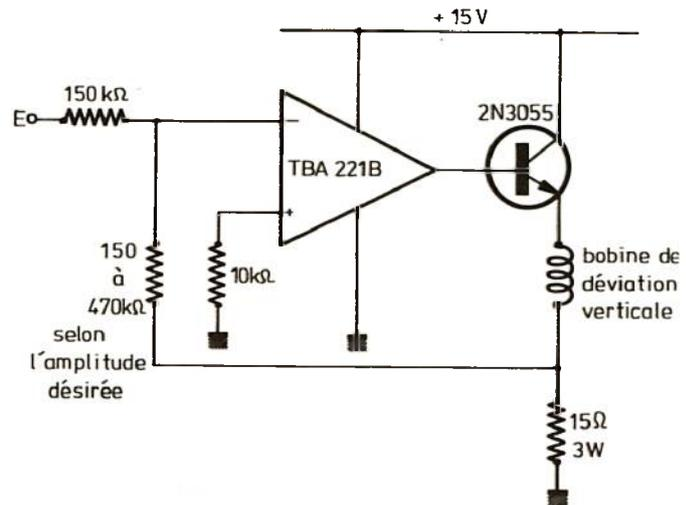

figure 2
## B. - Adaptation du téléviseur : figures 2 et 3
Les circuits de déviation verticale de cet oscilloscope seront réalisés séparément (figure 2) un moyen de semi-conducteurs. Il s'agit en fait d'un simple générateur de courant piloté par la tension à mesurer. Dans un tube à déviation magnétique, le déplacement du spot est en effet proportionnel au courant parcourant la bobine.
La bobine occasionnant maintenant un déplacement vertical du spot sera reliée au montage de la figure 2 qui sera testé en envoyant sur son entrée des signaux provenant d'un montage oscillateur BF quelconque. On pourra régler l'amplitude de l'oscillogramme en agissant sur la résis-
tance marquée «150 à 470 kΩ» sur la figure 2. Le potentiomètre «stabilité verticale» du récepteur fait maintenant office de commande de base de temps et servira à stabiliser les oscillogrammes, sans toutefois les synchroniser, afin d'autoriser leur lent déplacement latéral ce qui permettra, nous le verrons plus loin, de tester successivement les différents cylindres d'un moteur.
8. Relier cette sonde au montage de la figure 2 (fil blindé).